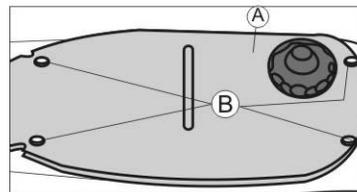

Fig. 32
- Rimuovere il coperchio sotto la sella "A" dopo aver svitato i 4 bulloni "B" (Fig. 32).